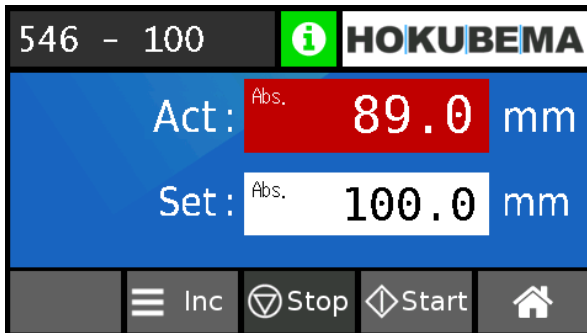
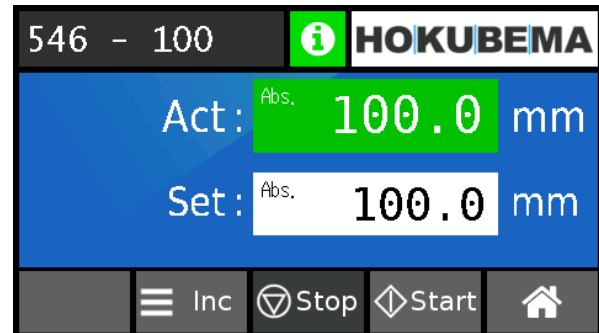

Figure 51 : saisir la valeur de consigne en mode absolu
Figure 52 : position absolue atteinte
- Le mode absolu est toujours actif lorsque le bouton « **Inc** » est visible à l'écran et que « **Abs** » apparaît dans les champs de saisie en haut à gauche (voir ⇒ Figure 51 et ⇒ Figure 52).
- Appuyez sur le champ « **Set** : » et saisissez la valeur de consigne, par exemple **100,00** mm (⇒ Figure 51).
- Le champ « **Act** : » est surligné en rouge jusqu'à ce que la valeur cible « **Set** : » soit atteinte (⇒ Figure 51).
- Le champ « **Act** : » passe au vert dès que la position cible « **Set** : » est atteinte (voir ⇒ Figure 52).